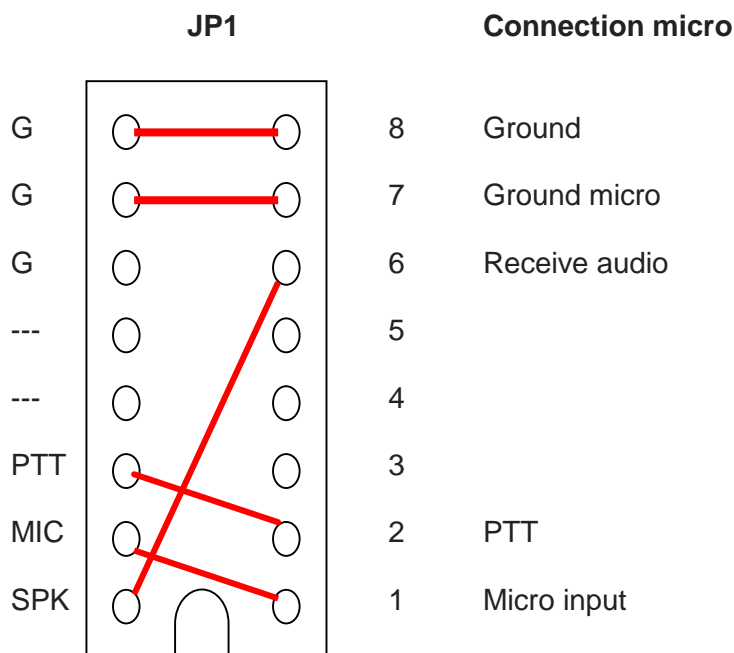

Figure 3 - Exemple de cavalier Schéma fil pour TS-450 Mic
• Le panneau de contrôle du volume s'ouvre alors. Réglez le Contrôle " Speaker " (contrôle gauche) à un volume maximal de 100% , et réglez le Contrôle "Wave" à 50 % . Notez que les contrôles du haut parleur et Wave ne doivent pas être mis en sourdine (MUTE). Toutes les autres commandes peuvent être cochées sur MUTE. Votre panneau de contrôle du volume devrait maintenant ressembler à celui représenté ci-dessous dans la Figure 3 :
Panneau de commande Figure 3 – Volume
- Tirer les fils Jumper - Une fois que vous avez vérifié votre plan de câblage et sur du résultat, vous êtes prêt à marquer les lignes de la figure-2 et à dessiner les fils de connexion. Pour ce faire, il vous suffit de tracer une ligne entre les broches sur la gauche de JP-1 (G, PTT, Mic & SPKR) et leur broche appropriée sur le côté droit du diagramme. Pour exemple, tracer une ligne entre la Broche "G" sur la gauche de JP-1 et la ligne que vous avez étiqueté «Ground». La broche "PTT" doit être connectée à la broche que vous avez étiqueté "PTT" et ainsi de suite. Si vous installez la Signalink sur un port datas ou Port accessoire, reportez-vous à la Figure 1 pour les noms de signaux corrects. Un exemple de câblage micro avec les cavaliers pour un Kenwood TS-450 est représenté sur la Figure 3 ci-après.